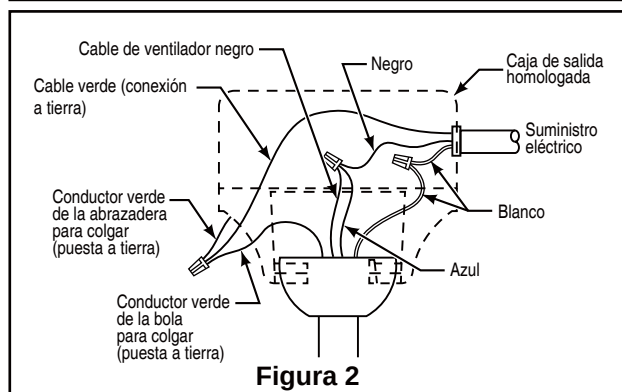

Figura 2
1. Conecte el conductor verde con conexión a tierra de la bola para colgar y el conductor verde con conexión a tierra de la abrazadera para colgar al conductor de suministro con conexión a tierra (posiblemente un conductor desnudo o un cable con aislante verde). Conecte los cables a los conectores provistos de forma segura. Conecte el conductor blanco. (Figura 2)